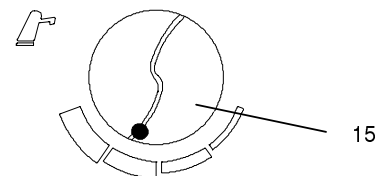

Fig. 2.8
En outre, en cas d'eau très calcaire, **ne pas dépasser la position de la Fig. 2.8** de la manette de régulation de l'eau sanitaire (15) correspondant à environ  $50^{\circ}\text{C}$  (Fig. 2.8). Vous éviterez ainsi les phénomènes fastidieux d'incrustations ou d'entartrage.